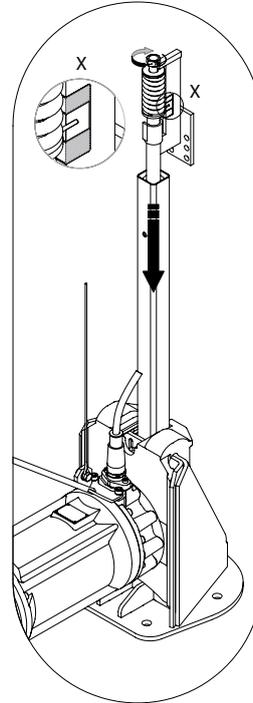

Figura 10 Bloquear el sistema de acoplamiento
- Baje y acople el acelerador de corriente. Enrosque el tornillo del soporte del tubo **hacia la derecha** (el tubo guizador desciende) hasta que la cuña del extremo inferior del tubo guizador quede bloqueada con el soporte del equipo. Apriete el tornillo hasta que el pasador de indicación de la tensión del muelle se encuentre en el área verde (véase la figura 10).